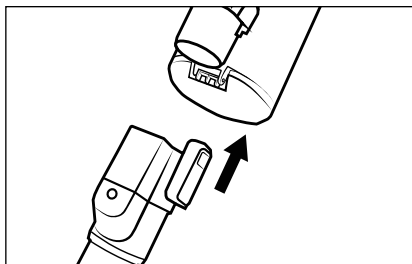

Bild 1
- 1) Sätt dammsugarröret **24** på dammsugaren och skjut in det tills det klickar fast (se bild 1).